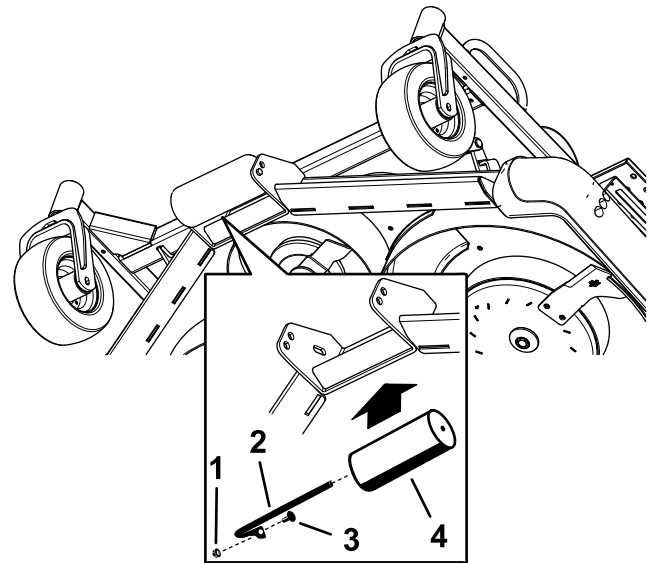

図 31
5. ローラを適切な穴に合わせてセットし、シャフトを通してボルトとナットで固定する 図 31。